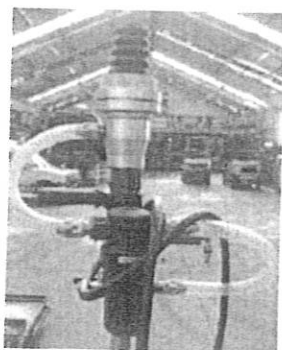

Fig.17 - Foratore aspiratore per coppa olio motore cambio.
6. Raccolta olio esausto motore e cambio: opzione 1 per caduta tramite appositi imbuto di raccolta –fig.15 e fig.16- (nel caso in cui si voglia mantenere l'integrità del motore e del cambio); opzione 2 tramite foratura della coppa dell'olio e del cambio con apposito foratore aspiratore azionato ad aria –fig.17- (normativa Atex).